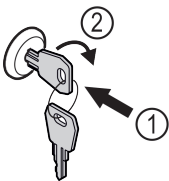

Fig. 131
- ▶ Schlüssel hineindrücken Fig. 131 (1).
- ▶ Schlüssel um 90° im Uhrzeigersinn drehen Fig. 131 (2).